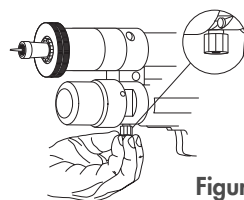

Figure 14
- 1) dévisser l'écrou de protection placé sur le dispositif de retour d'urgence (C), comme indiqué en figure 14;